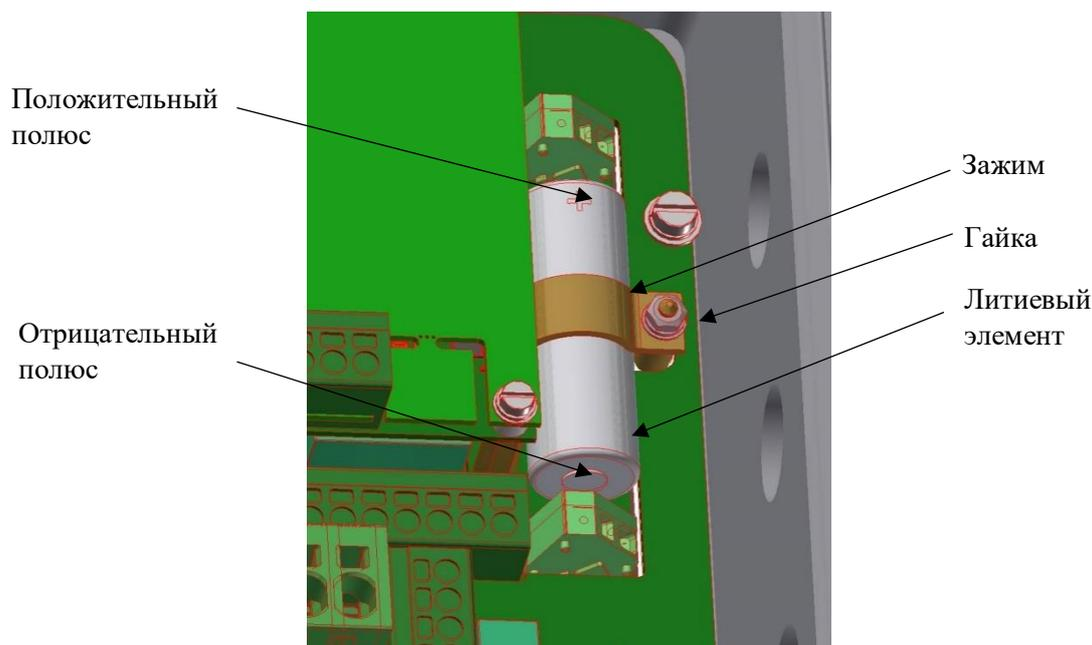

Рисунок 25 – Замена литиевого элемента РэмТЭК-VS
- открутить гайку, которая удерживает зажим (рисунок 25);